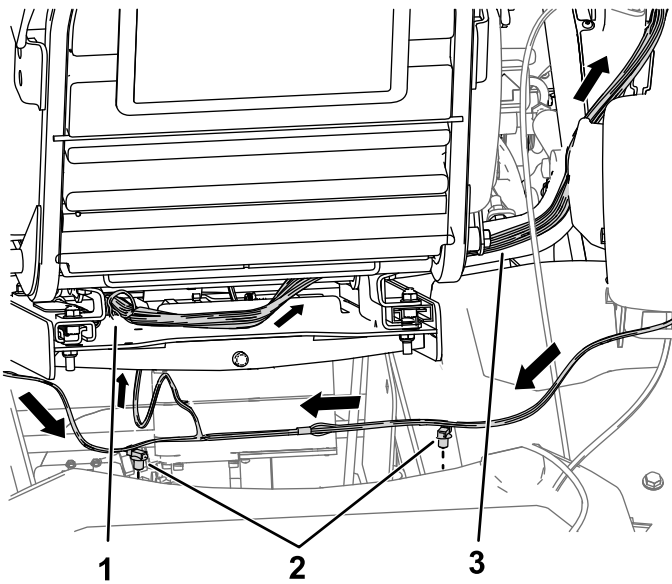

Figura 3
5. Individuate i 2 dispositivi di fissaggio a pressione sul cablaggio preassemblato e montateli sul tubo del telaio (Figura 3).
6. Fate passare il segmento rimanente del cablaggio preassemblato attraverso il fondo del sedile seguendo il percorso del cablaggio della macchina verso la console (Figura 3).